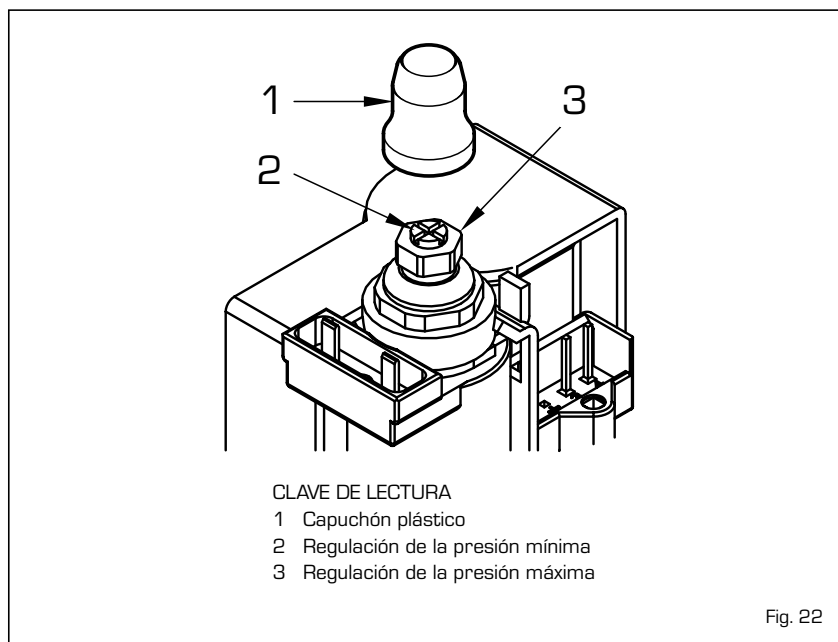

Fig. 22
4.2.2 Regulación de las presiones de la válvula (fig. 22)
Para calibrar las presiones máxima y mínima en la válvula de gas, lleve a cabo el siguiente procedimiento (fig. 22):